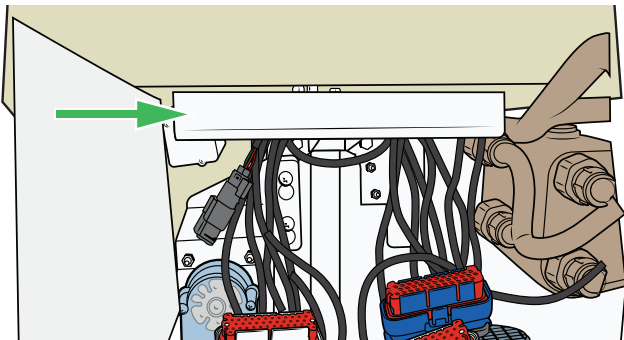

Figure 84
20. Remplacez le support de câbles. Voir Figure 84.